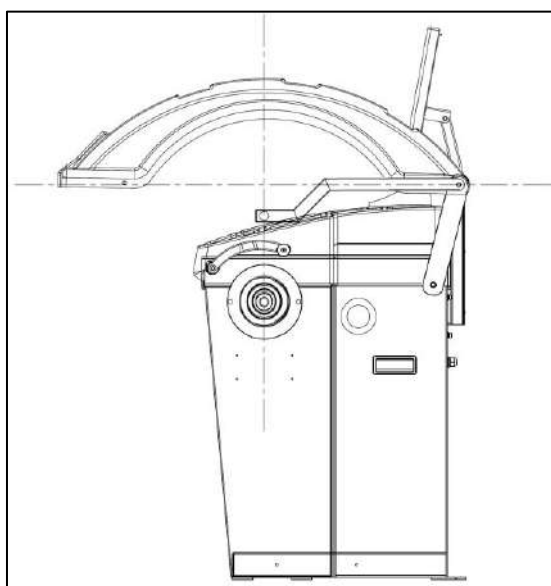
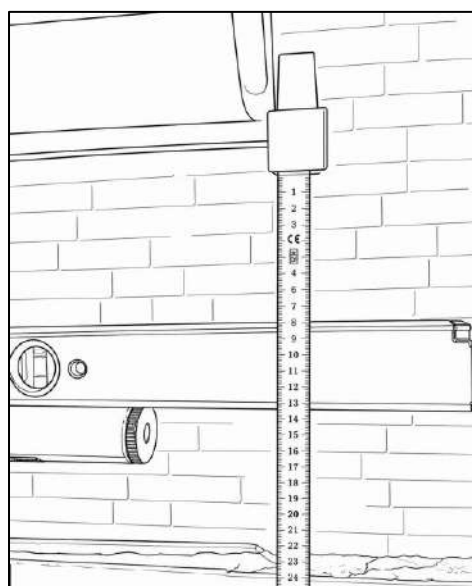

Fig. 4a - Fäst skyddsskärmen och sonar
Fig. 4b - Avstånd mellan sonar och axel
3. Justera säkerhetsskärmen och sonaren. Sonarfästet ska ligga i linje med säkerhetsskärmen och sonaren ska vara placerad vid mitten av axeln, se **fig. 4a**. Avståndet från axelns topp till botten av sonarfästet ska vara cirka 13–14 cm, se **fig. 4b**.